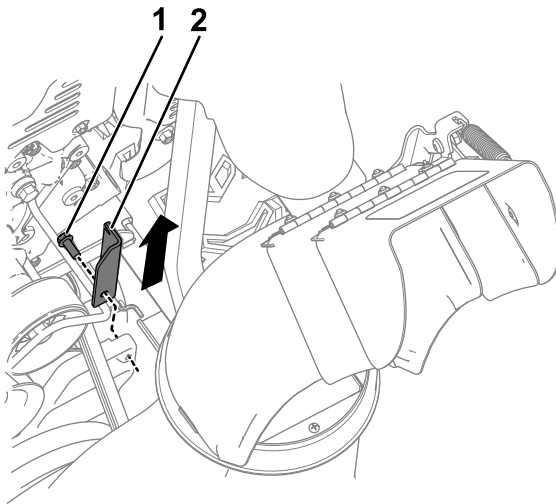

Bild 3
4. Entfernen Sie die vorhandene Fahrtriebsplatte von der Reibradplatte, indem Sie die Schraube entfernen, mit der sie befestigt ist (**Bild 3**).